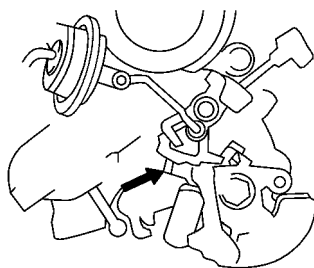

图 2-23 检查快怠速杆是否位于凸轮的第 1 挡位
2) 检查快怠速杆是否位于凸轮的第 1 挡位置，如图 2-23 所示。